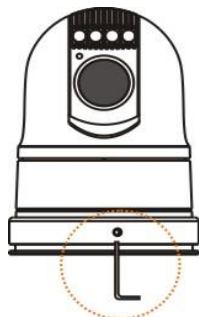

Рис. 9- Фиксирование камеры
3. Во избежание самопроизвольного раскручивания в процессе эксплуатации, дополнительно закрепите камеру и монтажную пластину прилагаемым в комплекте винтом (рис. 9).